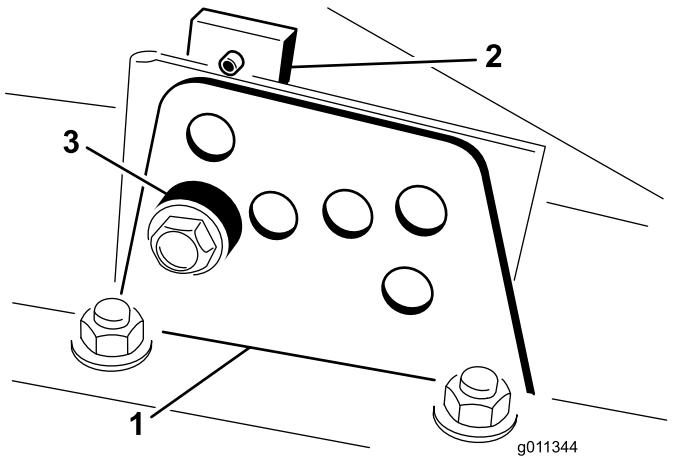

图19
2. 拧松将各剪草高度支架固定至剪草高度板的螺栓前面和两侧请参阅图19。
4. 在支撑起切割腔的同时取出隔片 (图19)。